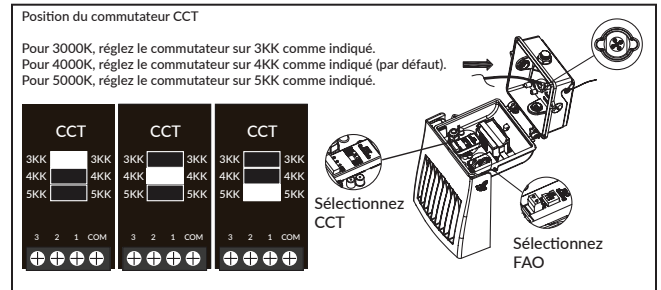

Figure 4A.
5. Retirez les fils d'alimentation électrique (L noir, N blanc) et le fil de mise à la terre (G vert), en passant à travers le joint de fil à 5 trous. (Figure 4A)